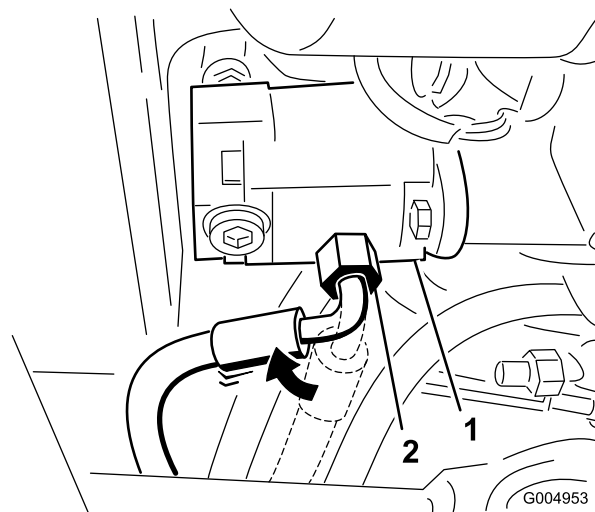

Figura 43
3. Afloje el acoplamiento de la manguera de presión en la bomba, y gire el acoplamiento 45 grados hacia la parte delantera de la máquina (Figura 43).
Nota: La Figura 43 muestra la vista desde debajo de la unidad de tracción.